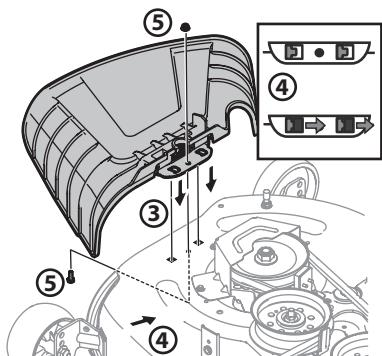

Figure 10
- Placez le déflecteur de la goulotte d'éjection sur le plateau, veillez à insérer les languettes du déflecteur de la goulotte d'éjection dans les orifices du plateau. Consultez la Figure 10.
- Faites glisser le déflecteur de la goulotte d'éjection vers l'arrière du tracteur jusqu'à ce que le trou de boulon du déflecteur de la goulotte d'éjection soit dans l'alignement du trou du plateau. Consultez la Figure 10.